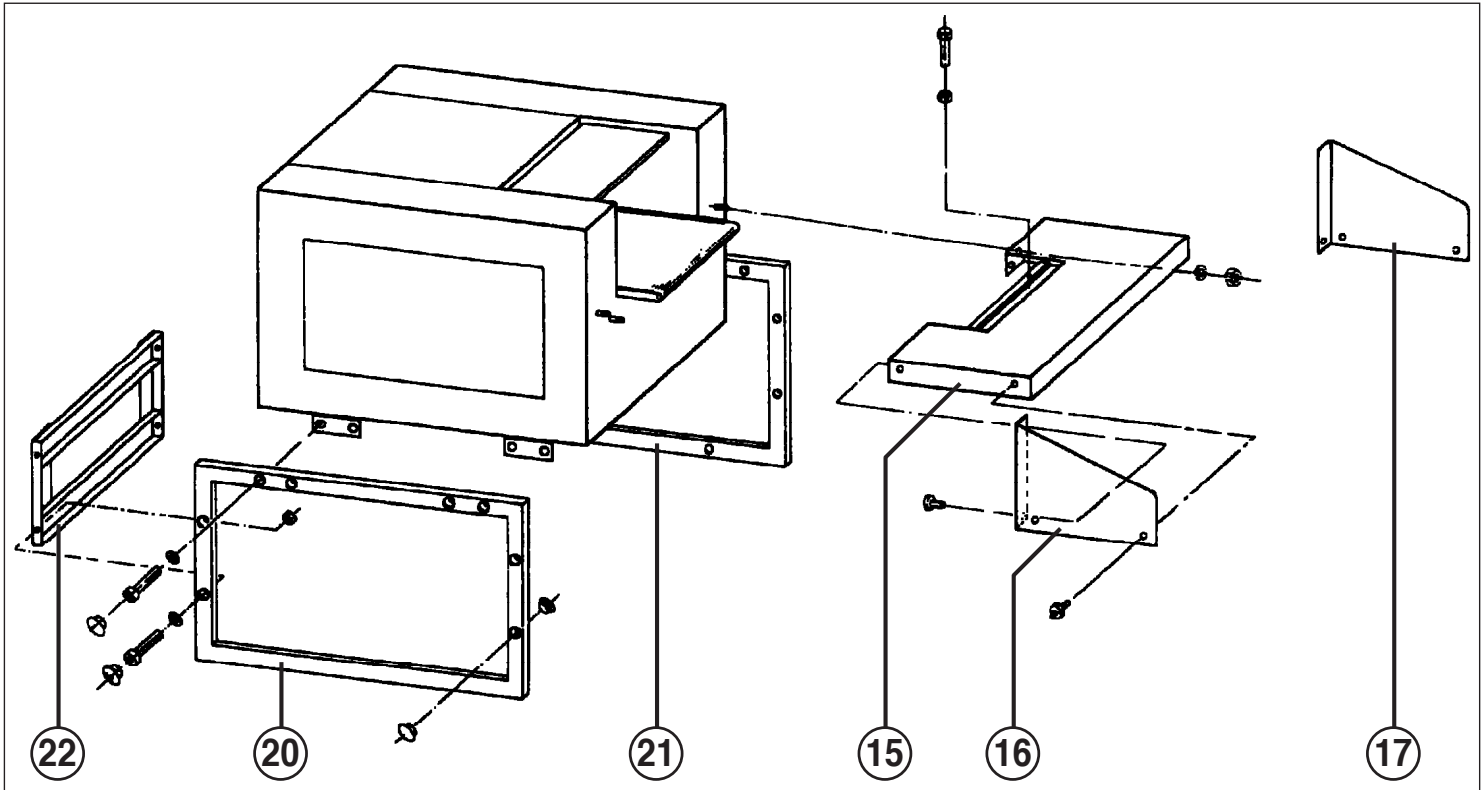

Fig. 1
- 15 = Mesa (fig. 1)
- 16 = Escuadra protectora izquierda (fig. 1)
- 17 = Escuadra protectora derecha (fig. 1)
- 20 = Marco izquierdo (fig. 1)
- 21 = Marco derecho (fig. 1)
- 22 = Chapa intermedia (fig. 1)
SOPORTE DE BASE (fig. 1 y 2):
MONTAJE DE LA MESA (15) (fig. 1):
4. Pasar el cable de alimentación de corriente de la regleta de parada de emergencia (14) por la boquilla delantera en la parte lateral izquierda de la caja, así como por el racor de cable, que se encuentra en la parte inferior en la caja de distribución, hasta la caja de distribución y conectar allí el cordón azul con el borne 20 y el cordón marrón con el borne 19.
ESCUADRAS PROTECTORAS (fig. 1):